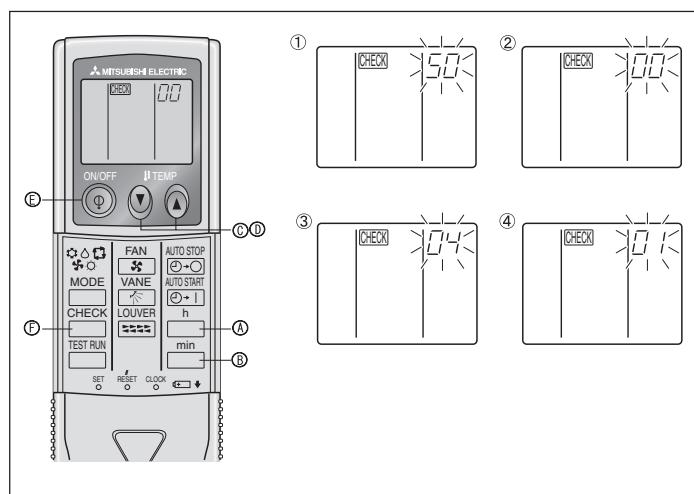

Fig. 6-10
- Pulse el botón MODE **⑤** para que el modo y el número de configuración (1) y (2) estén continuamente activados y se pueda confirmar el contenido de la configuración.
- Mantenga simultáneamente presionados los FILTER **④** y TEST RUN **⑤** durante dos segundos por lo menos. La pantalla de selección de funciones desaparecerá momentáneamente y aparecerá la visualización de desconexión (OFF) del acondicionador de aire.
2) Para controlador remoto inalámbrico (Fig. 6-10)